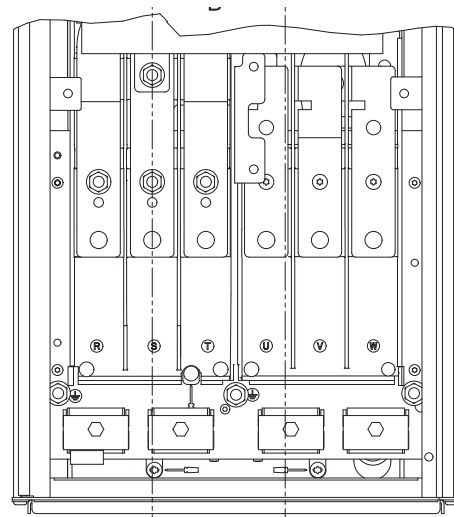

Fig. 31 Raccordement de terre, au réseau électrique et au moteur pour D1h et D2h
1. Raccorder le conducteur de terre à la borne 95 (PE). Voir fig. 31.
Tenir compte des positions de bornes suivantes lors de la conception de la connexion de câble. Voir fig. 31.
1. Raccorder le conducteur de terre à la borne 99 (PE). Voir fig. 31.
2. Raccorder les conducteurs du moteur aux bornes 96 (U), 97 (V), 98 (W).